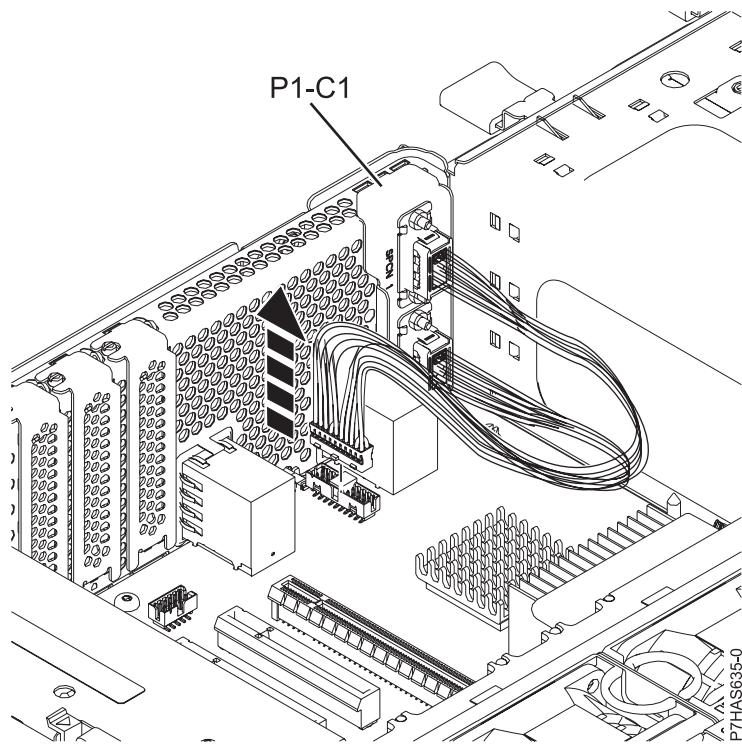

図9. SPCN ケーブル・アセンブリーの取り外し
- 図9に示すように、システム・バックプレーンから SPCN テール・ストック・ケーブルを切り離します。